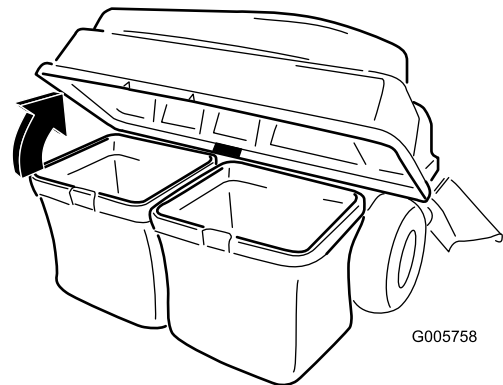

Figura 32
3. Abra (levante) la tapa del ensacador (Figura 32).